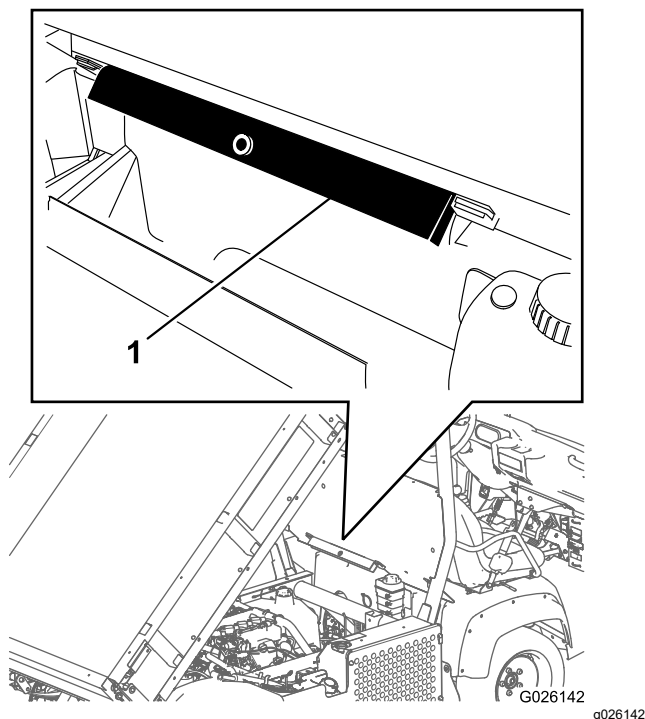

Figura 31
2. Staccate il supporto del pianale dalle staffe su cui è riposto, sulla parte posteriore del pannello del sistema ROPS (Figura 31).